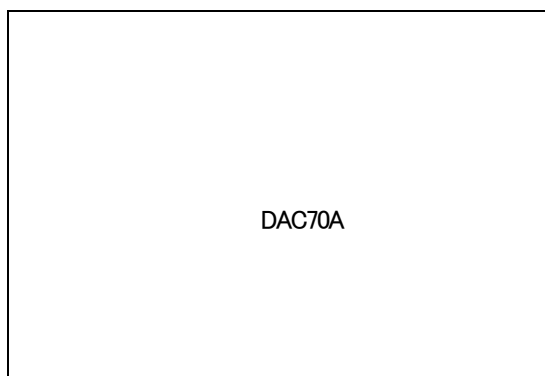

図4-5 オンスクリーンメニュー(CHARA SELECT例)
- 1)キャラクターメニューで「CHARA SELECT」を選択し、**ENTER**ボタンを押すと図4-5のような表示になります。